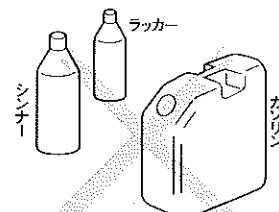

図 2
- 引火性の液体の近くや、ガスなどの爆発性の雰囲気での作業は絶対にしないでください。(図 2)